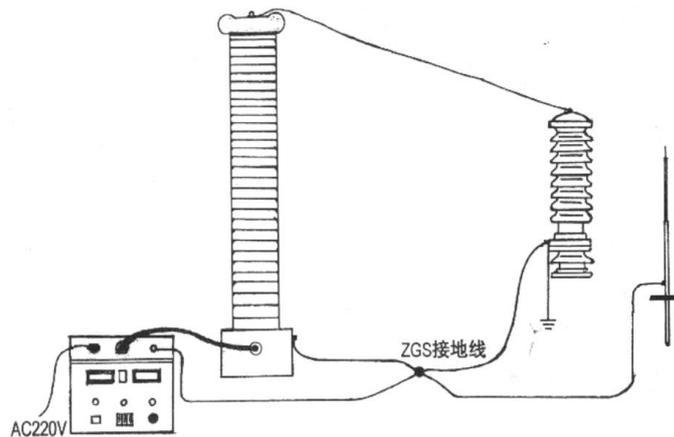

图 4 试验回路接地线示意图
● 试验前请检查试验器控制箱、倍压筒和试品的接地线是否接好。试验回路接地线应按本说明书（图4）所示一点接地。
地线。保护接地线与工作接地线以及放电棒的接地线均单独接到试品的地线上（即一点接地）。严禁各接地线相互串联。为此，应使用专用接地线。（见图 4）上。
3、接线图见图 4 试验回路接地线示意图